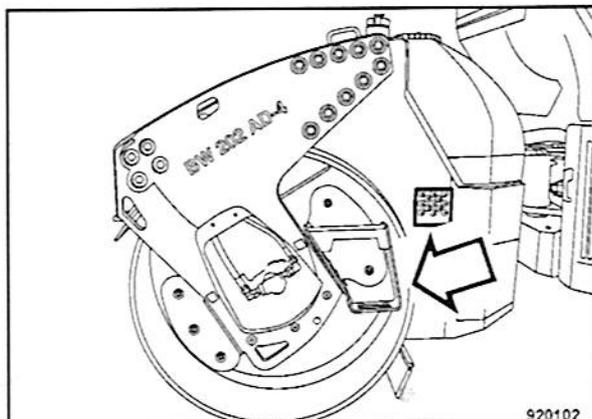

Fig. 123
- Hacer uso de las ayudas de subida (Fig. 123).